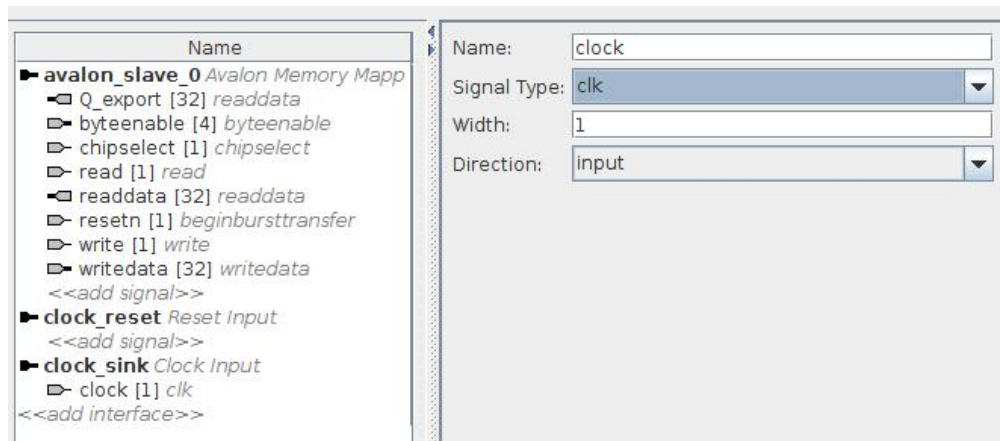

Рис. 29. Налаштування сигналу clock[1]
9. Далі необхідно узгодити інтерфейс власного компонента з інтерфейсом шини Avalon. Перейдіть на вкладку **Signals & Interfaces**. Зліва, натисніть на полі **<<add interface>>** і оберіть з контекстного меню **Clock Input**. Перетягніть сигнал *clock[1]* до новоствореного інтерфейсу та змініть тип сигналу (у правому вікні) на *clk*. Результат зображено на рис. 29.